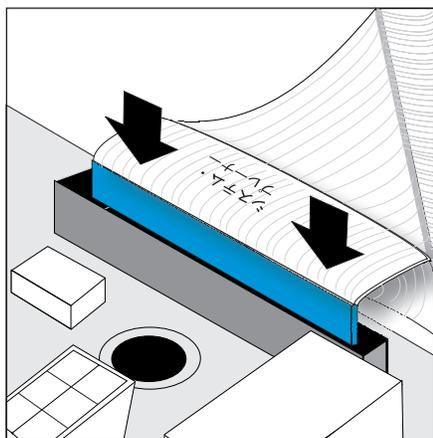

図 107. システム・ボードへのサービス・コントローラー・ケーブルの取り付け
- a. システム・ボード FRU キット内のすべての部品 (システム・ボード、プロセッサ (2)、VRM、ライザー・カード) を使用します。再利用するのは、ステップ 6 (186 ページ) で取り外した 4 つのメモリー・モジュールと、ステップ 4 (186 ページ) で取り外した 2 つのアダプター・アセンブリーのみです。
- e. ケーブルがまっすぐに装着されるように注意して、システム・ボードにリボン・ケーブルの一端 (「システム・プレーナー」のマークが付いている端) を慎重に取り付けます。図 107 を参照してください。ケーブル・コネクター各端の青い線が見えないことを確認してください。